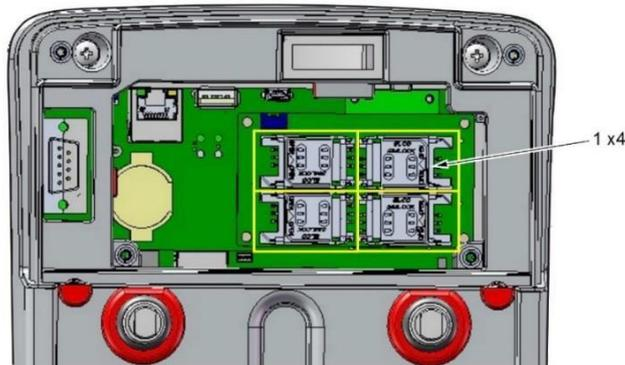

Figura 7– Reemplazo de un módulo SAM
- iii. Localizar el lugar de instalación del módulo SAM. Ver la Figura 7, 1.